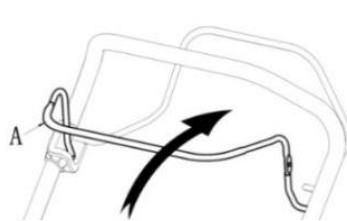

Fig. 11B
2. Tirez le levier de frein moteur vers le haut du guidon supérieur; Fig.11B.
2. Tirez le levier de frein moteur vers le haut du guidon supérieur; Fig. 11B.